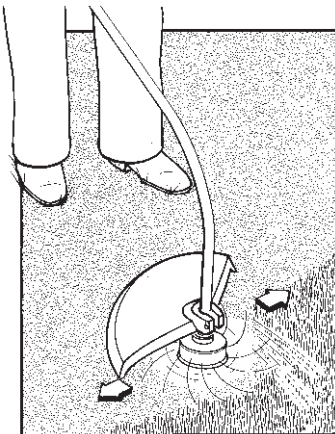

Fig. 5
1. **COUPE ET TONTE** (Fig. 5). Utiliser un mouvement de balancement latéral semblable à celui d'une faux. Ne pas incliner la tête pendant cette opération. Faire un essai sur la partie à tondre pour vérifier la hauteur de coupe. Garder la tête de coupe à une hauteur constante pour obtenir une tonte uniforme.